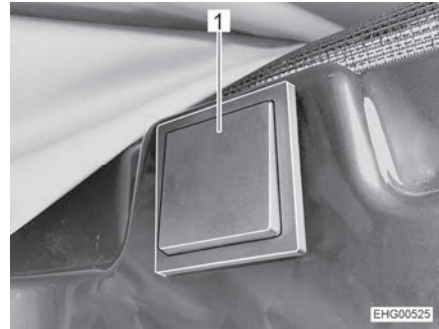

Bild 88 Taster für elektrische Entriegelung
Der Taster für die elektrische Entriegelung (Bild 88) ist auf der rechten Seite im Bereich über der Schiebetür angebracht.
- Taster (Bild 88,1) mindestens 2 Sekunden lang drücken.